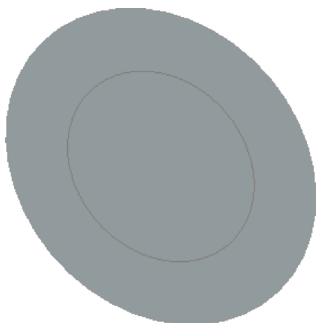

图 10-23 打开模型文件
STEP 01 单击快速访问工具栏中的“打开”按钮，打开模型文件，如图 10-23 所示。